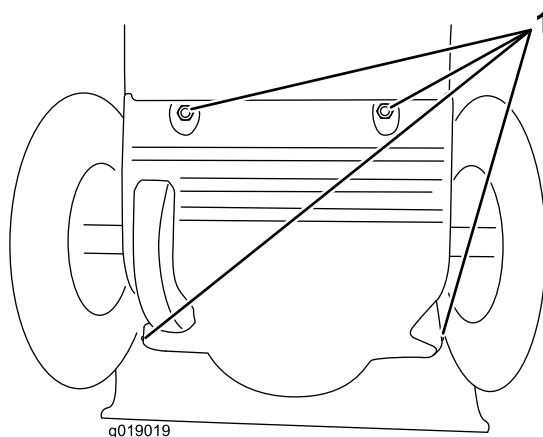

Figura 34
3. Retire la cubierta trasera (Figura 34).